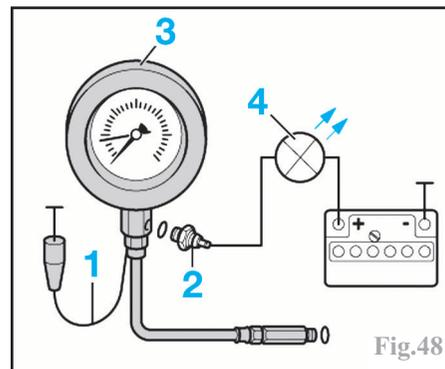

Fig.48
Raccorder le contrôleur de pression d'huile (3) ou l'outil Audi (ref : V.A.G 1342) en lieu et place du contacteur de pression d'huile (2) (Fig.48).
Brancher une diode électroluminescente (4) au capteur de pression d'huile et sur la borne (+) de la batterie (Fig.48).